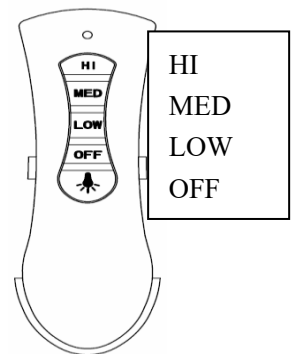

Fig. 13b
3. Emboîtez la télécommande dans le support. (Fig. 13b).